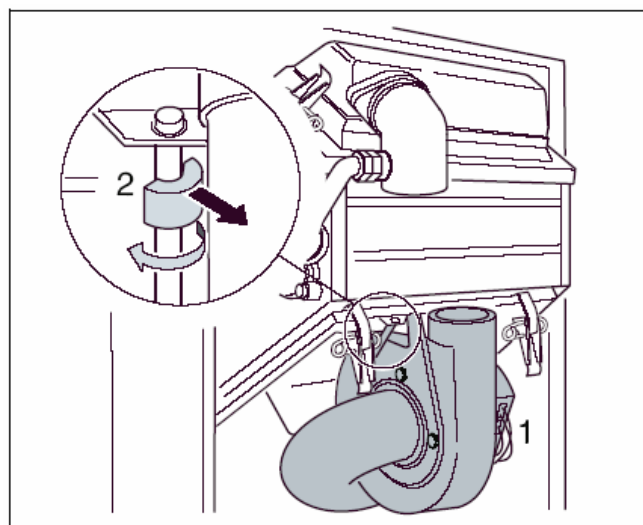

Рис. 34 Снятие фиксаторов креплений
- Отсоединить штекер дутьевого вентилятора (рис. 34, поз. 1).
- Повернуть и вытащить фиксаторы креплений дутьевого вентилятора (рис. 34, поз. 2).